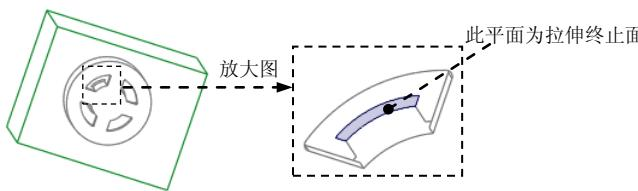

图 18.18 选取拉伸终止正面
(5) 设置深度选项。
- ① 在操控板中选取深度类型 (到选定的)。
- ② 调整视图方位, 选择图 18.18 所示的平面为拉伸终止正面。